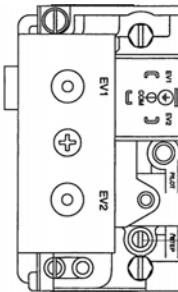

Рис. 4.14
- Вращая регулятор плавного рожига (B), установите требуемое давление для плавного рожига (рис. 4.14).